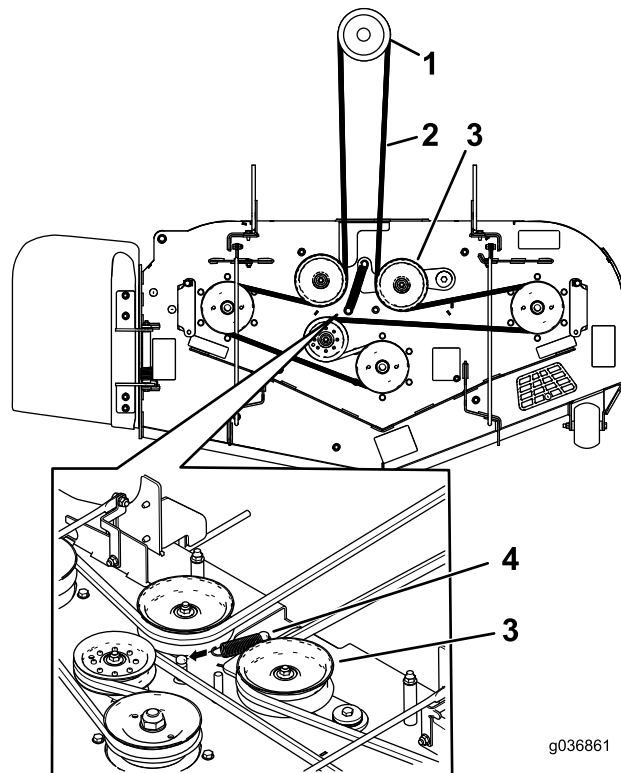

Figura 64
10. Pase la correa nueva alrededor de las poleas del cortacésped y de la polea del embrague, debajo del motor (Figura 64).